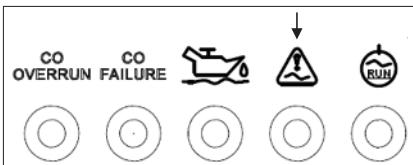

Рис. 6
1. Когда индикатор перегрузки (красный) мигает, а индикатор переменного тока (зеленый) постоянно горит: это означает, что превышена номинальная нагрузка. Автоматика отключит подачу питания через некоторое время. Чтобы избежать внезапного отключения, а также перегрузку двигателя уменьшите мощность подключенного оборудования (*Рис. 6*);